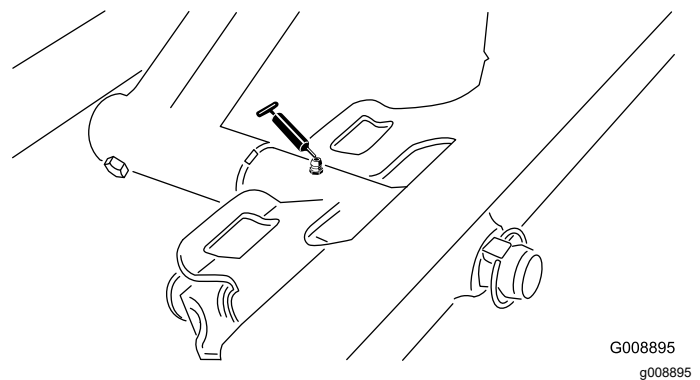

Bild 34
- Drehbüchsen am vorderen Mähwerk (**Bild 34**)